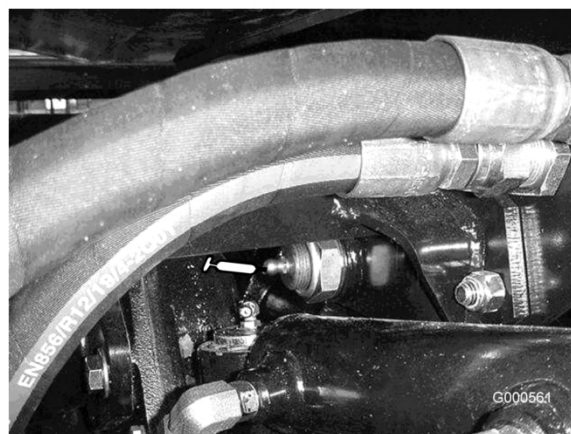

Figura 23
- Boccole orientabili (2) del ponte posteriore (Figura 23)